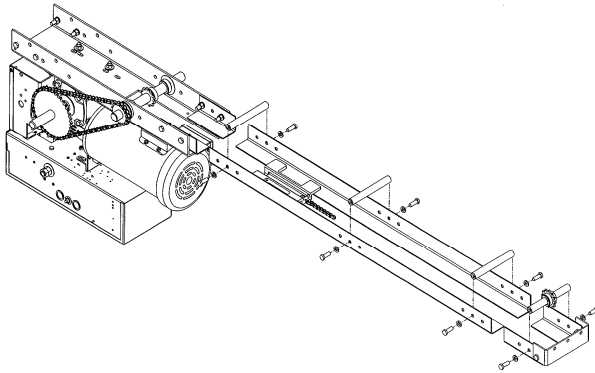

Figure 5 Poulie de renvoi et tendeurs
3. Attacher la poulie de renvoi et les de rails entretoises comme sur la Figure 5.